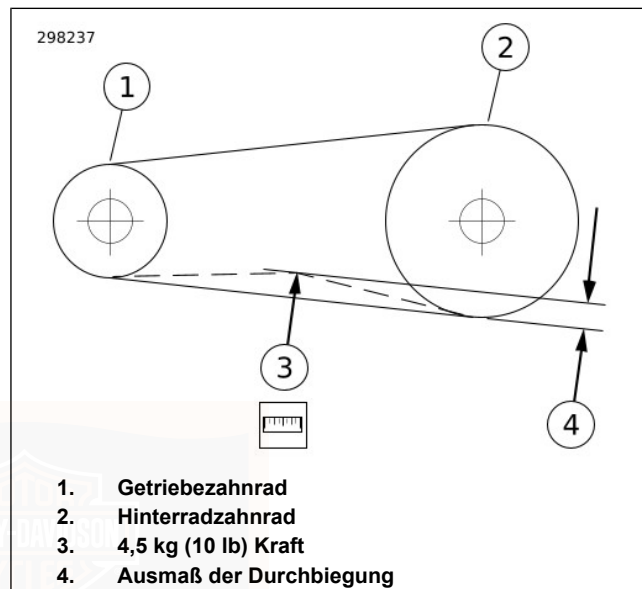

Abbildung 103. Riemendurchbiegung überprüfen
- a. **Modelle mit Riemendurchbiegungs-Sichtfenster:** Siehe Abbildung 103. Die Riemendurchbiegung durch das Riemendurchbiegungs-Sichtfenster messen und dabei das Prüfgerät ruhig halten. Jede Durchbiegungseinteilung entspricht ungefähr 1,6 mm (1/16 in) .